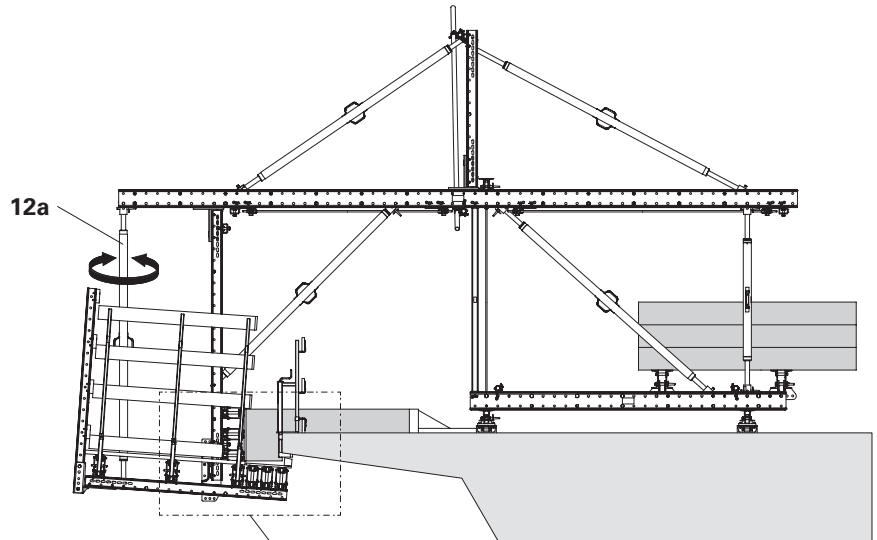

Fig. D3.01
Inclinare la piattaforma di getto in modo che la cassaforma posteriore (46) ruoti sotto il bordo di calcestruzzo del cordolo. (Fig. D3.01)